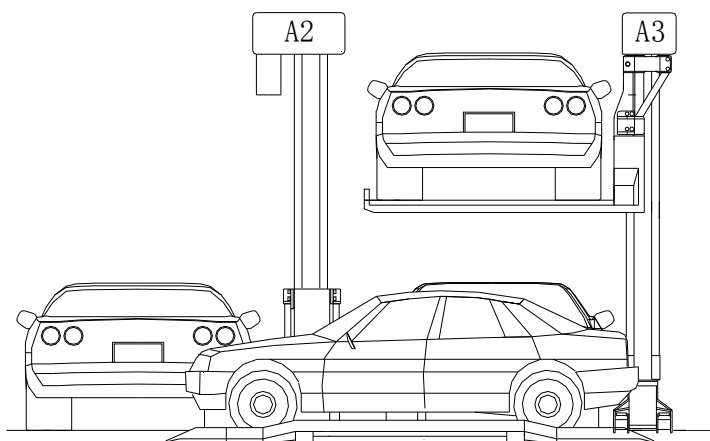

图 2.6
3. 操作人员打开该组主控箱外门，并按下对应要启动的停车设备编号按钮  $\textcircled{X}$ （X 是对应的设备数字编号，如“②”下同），若使用遥控器，则按下对应按钮  $\textcircled{X}$ ，此时按钮  $\textcircled{X}$  灯和对应停车设备的警示灯会发亮，系统将从待命状态进入准备状态；
5. 当停车板降到地面后, 可以将车辆沿黑黄引导线驶上停车板中间, 然后松开刹车, 停车板的梯形斜坡会使车辆自动校正, 等车辆停定后, 拉紧手刹, 关闭发动机, 人员离开车辆, 关好车门 (图 2.6);